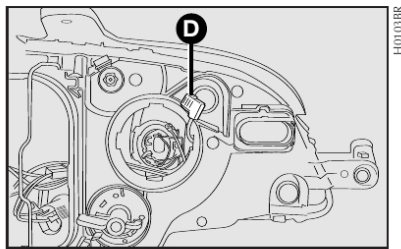

fig. 21
5) recolocar a presilha e o conector de alimentação **D**-fig. 21;